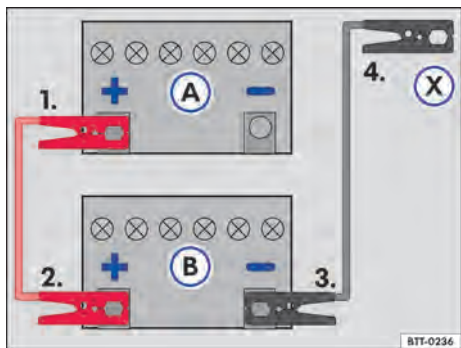

Fig. 183 Esquema para a conexão dos cabos auxiliares de partida: bateria do veículo descarregada (A) e bateria do veículo fornecedora de corrente (B).
Legenda para → Fig. 183:
Conectar o cabo auxiliar de partida somente na sequência 1 – 2 – 3 – 4 → Fig. 183.
- Conectar uma extremidade do cabo auxiliar de partida *vermelho* ao polo positivo (+) do veículo com a bateria do veículo descarregada → Fig. 183 (A) → ⚠️.
- Conectar a outra extremidade do cabo auxiliar de partida *vermelho* ao polo positivo (+) do veículo fornecedor de corrente (B).
- Conectar uma extremidade do cabo auxiliar de partida *preto* ao polo negativo da bateria do veículo fornecedor de corrente (B).
- Conectar a outra extremidade do cabo auxiliar de partida *preto* (X) no veículo com a bateria descarregada no ponto de auxílio à partida (ponto de aterramento) ou em uma peça de metal parafusada firmemente no bloco do motor – porém não nas proximidades da bateria (A) → ⚠️.